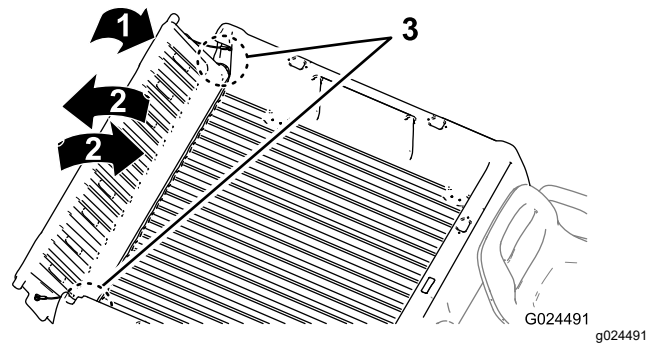

Figura 21
2. Rode a porta traseira para a posição de aproximadamente 45° (Figura 21).
3. Com um movimento breve e oscilante, rode a porta traseira para trás e para a frente várias vezes (Figura 21).